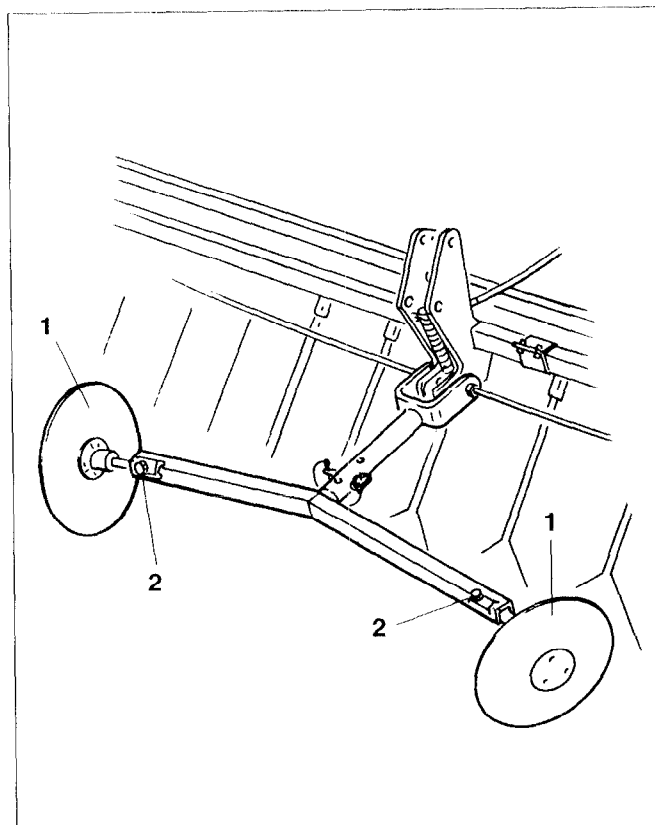

Fig. 14.6
Die Spurscheiben (Fig. 14.6/1) markieren die von der Särad-Fahrgassenschaltung angelegten Fahrgassen und sind auf die richtige Spurweite einzustellen.
- Skt.-Schrauben (Fig. 14.6/2) lösen.
- Spurscheiben (Fig. 14.6/1) entsprechend der Spurbreite der Fahrgassen im Spurscheibenträger verschieben.
- Skt.-Schrauben (Fig. 14.6/2) wieder fest anziehen.
Särad-Fahrgassenschaltungen mit 2-fach Schaltung oder 6-plus Schaltung sind nur auf einer Seite mit abschaltbaren Särädern zum Anlegen der Fahrgasse ausgerüstet. Deshalb ist bei diesen Schaltungen nur eine der beiden Spuranreißerscheiben (Fig. 14.6/1) zu montieren. Diese Spuranreißerscheibe ist so einzustellen, daß bei einer Hin- und Herfahrt auf dem Feld die Spurweite des Pflegeschleppers angerissen wird.